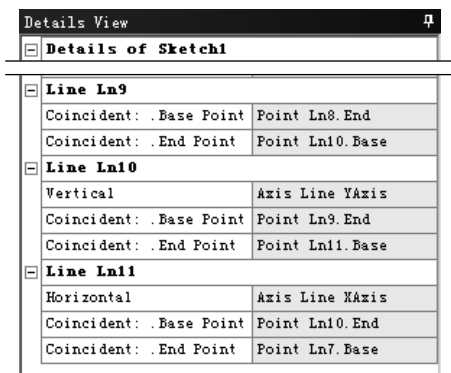

图 3.2.44 显示约束信息
- ◆ **Show Constraints?** 文本框：用于设置草图约束信息是否显示，选择 **No** 选项，在详细列表中不显示草图约束信息；选择 **Yes** 选项，在详细列表中显示草图约束信息（图 3.2.44）。